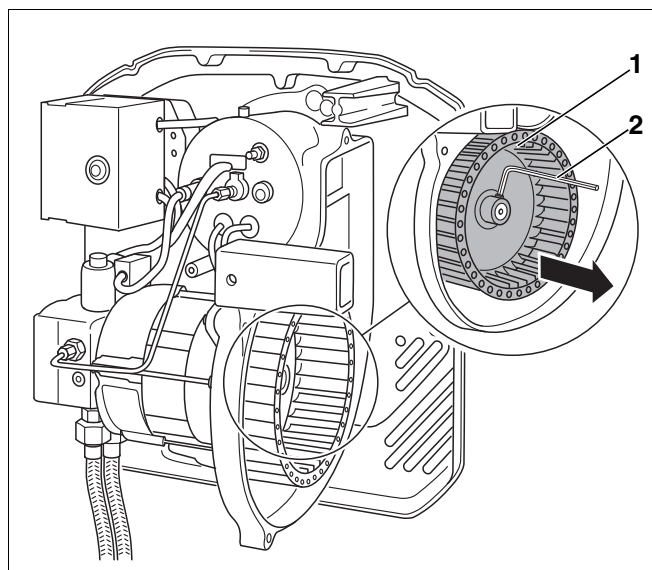

Abb. 43 Gebläserad prüfen, ggf. reinigen
- Gebläserad (Abb. 43, **Pos. 1**) mit einem Innensechskantschlüssel (Abb. 43, **Pos. 2**) lösen und von der Welle ziehen.
- Gebläserad (Abb. 43, **Pos. 1**) wieder montieren.